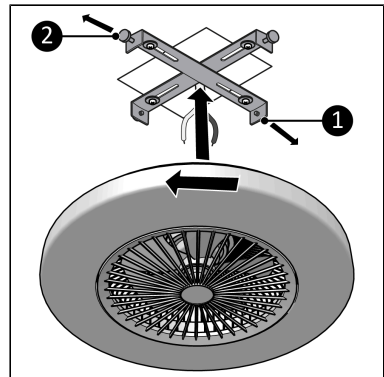

Figure 58.
9. Retirez d'abord les deux vis du support de montage qui ne sont pas destinées aux trous oblongs en forme de L (Figure 58, 1 & 2).